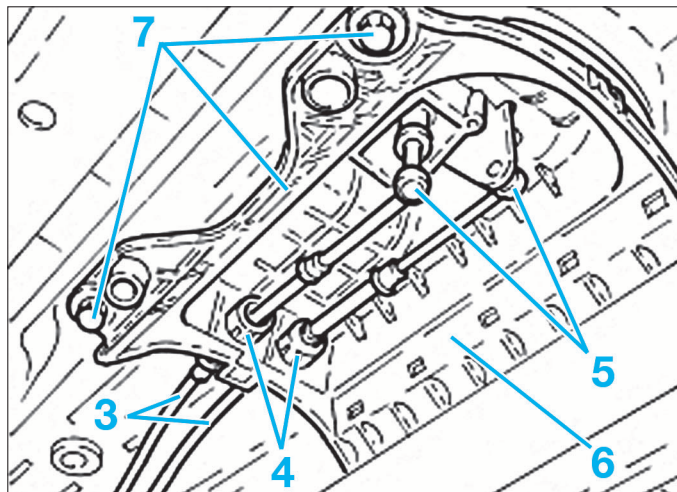

FIG. 17
- Débrancher les rotules (5) des câbles de commande et de sélection du mécanisme de levier de vitesses (Fig.17).
- Comprimer les attaches (4) des arrêts de câbles sur le support du mécanisme (6) de levier de vitesses (Fig.17).
- Retirer les câbles (3) de commandes et de sélection du support du mécanisme de levier de vitesses (Fig.17).
- Comprimer les attaches (4) des arrêts de câbles sur le support du mécanisme (6) de levier de vitesses.